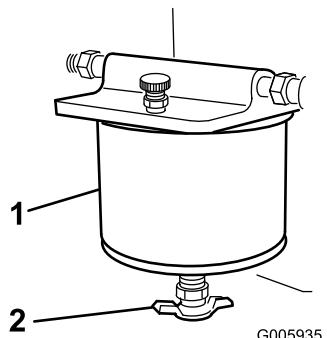

Figure 32
4. Tournez le robinet de vidange jusqu'à ce que l'eau s'écoule du filtre (Figure 32).